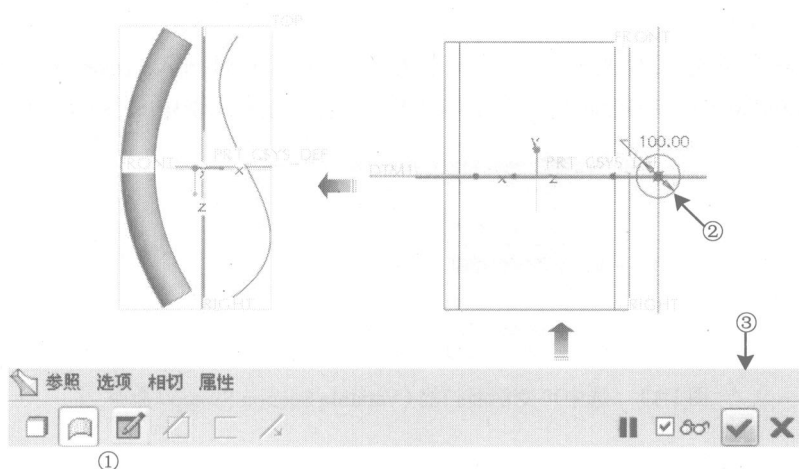

图 1-15 完成垂直于轨迹(Normal To Trajectory)的结果
首先，单击①截面轮廓图标  →接着②绘制一直径为 100 的圆作为截面轮廓，最后③单击  确定，结果如图 1-15 所示。